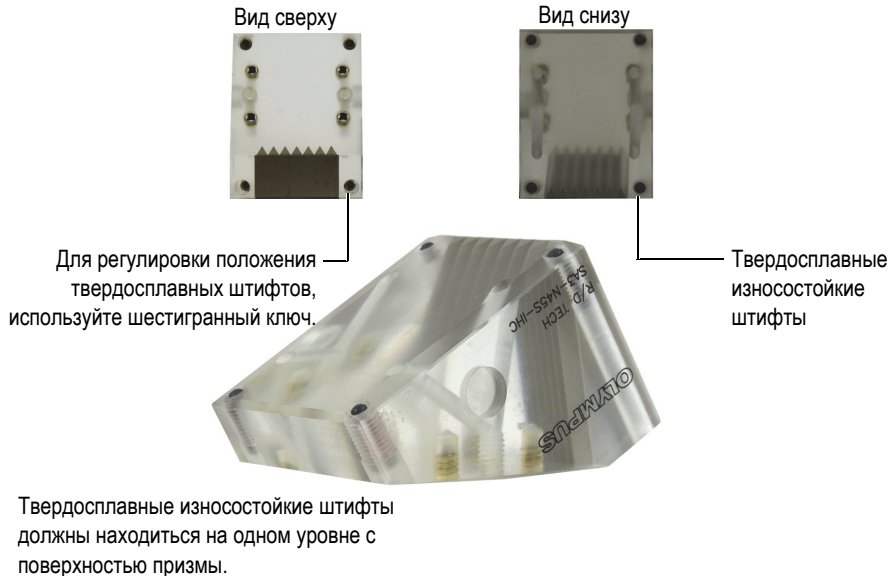

Рис. 2-30 Настройка положения твердосплавных штифтов
Призмы используются с преобразователями для лучшего проникновения ультразвука в объект контроля и равномерного распределения контактной жидкости. Во избежание преждевременного износа призмы по углам ее контактной поверхности вставляются твердосплавные штифты (Рис. 2-30 на стр. 59).
- ◆ Для настройки положения твердосплавных штифтов на призме используйте шестигранный ключ. Убедитесь, что верхняя часть каждого штифта находится на одном уровне с поверхностью призмы (Рис. 2-30 на стр. 59).
Все твердосплавные износостойкие штифты должны крепиться заподлицо с контактной поверхностью призмы (Рис. 2-30 на стр. 59).